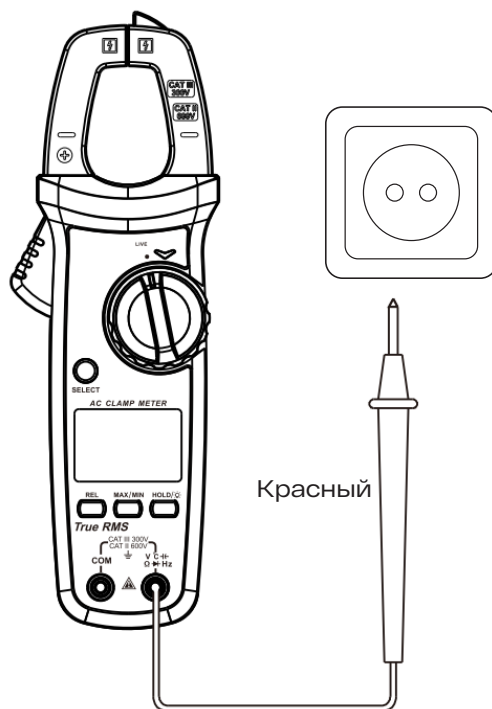

Рис. 7
6. Поиск фазового и нейтрального провода (рис. 7).